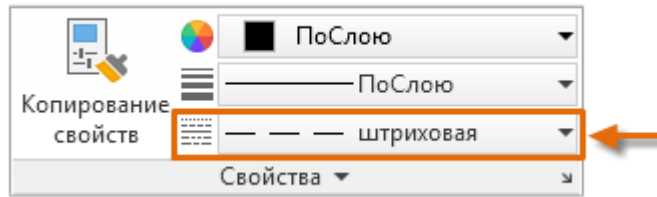

Рис. 2.90. Панель «Свойства»
*Текущий тип линий* определяет внешний вид по умолчанию для всех новых геометрических объектов. Текущий тип линий можно посмотреть на панели «Свойства» на вкладке ленты «Главная» (рис.2.90), если нет выбранных объектов.